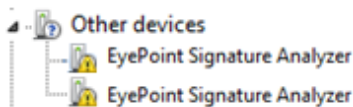

Рисунок 15. Отображение устройств в диспетчере устройств
6. Если поиск драйверов завершился неудачей, найдите в «Диспетчере устройств» раздел «Другие устройства», в нем отобразятся два устройства EyePoint Signature Analyzer (Рисунок 15).